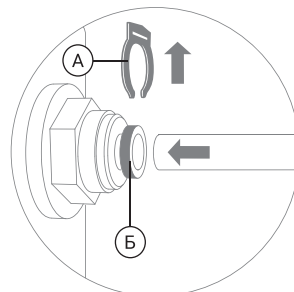

Рис. 6
1. Отсоедините стопорную клипсу (А), затем вставьте до упора в фитинг трубку, продев ее через цанговое кольцо (Б) (рис. 6). Для герметизации соединения приложите дополнительное усилие, при этом трубка утопится еще примерно на 3 мм и будет плотно обжата резиновым кольцом.